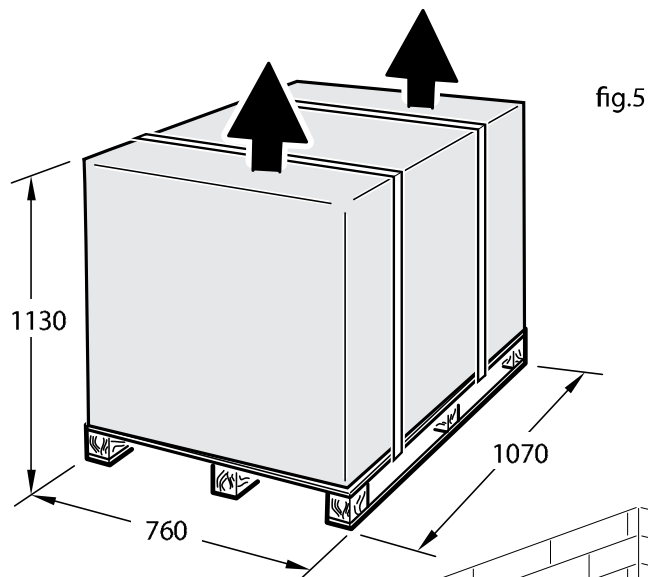

fig.5
- При снятии упаковки станда (рис. 5) проверьте, все ли комплектующие на месте и нет ли повреждений станда. Если возникли сомнения, не включайте станд, а обращайтесь к квалифицированному персоналу и/или к продавцу.